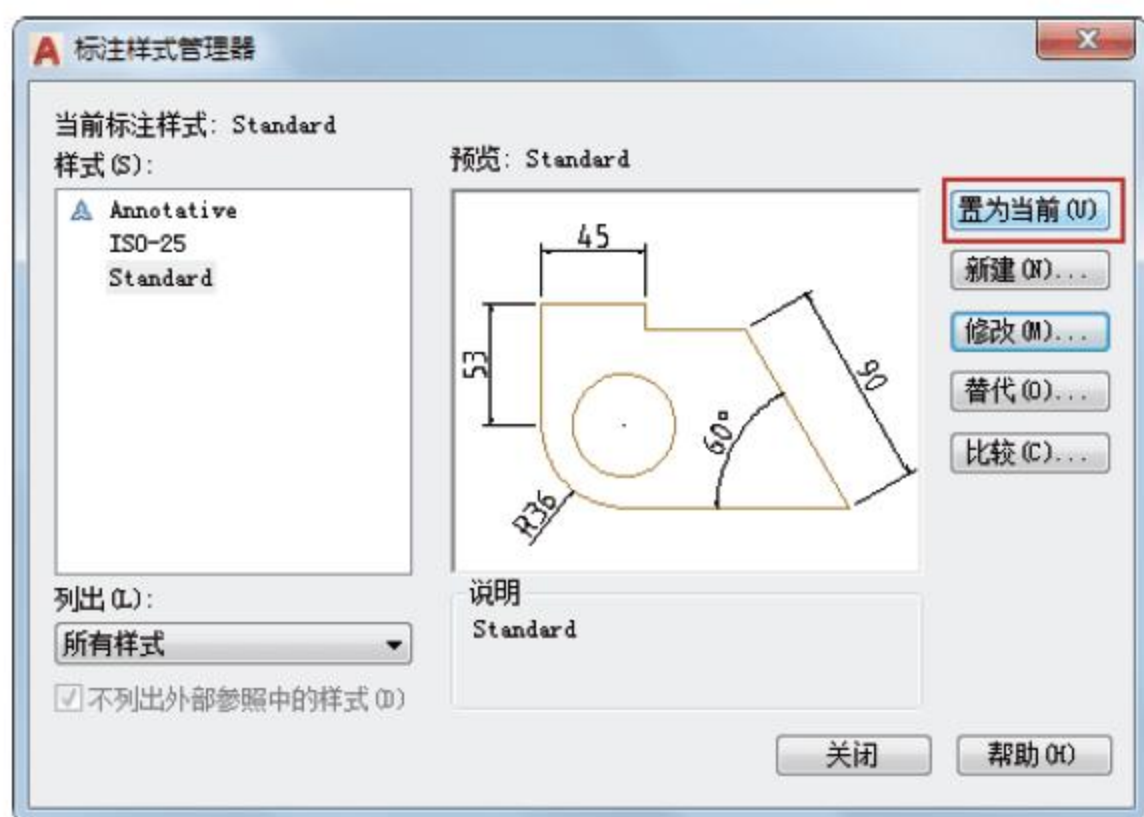

图5-151 单击按钮
**02** 在命令行中输入DIMSTYLE命令，弹出【标注样式管理器】对话框，选择Standard样式，单击【置为当前】按钮，如图5-151所示。